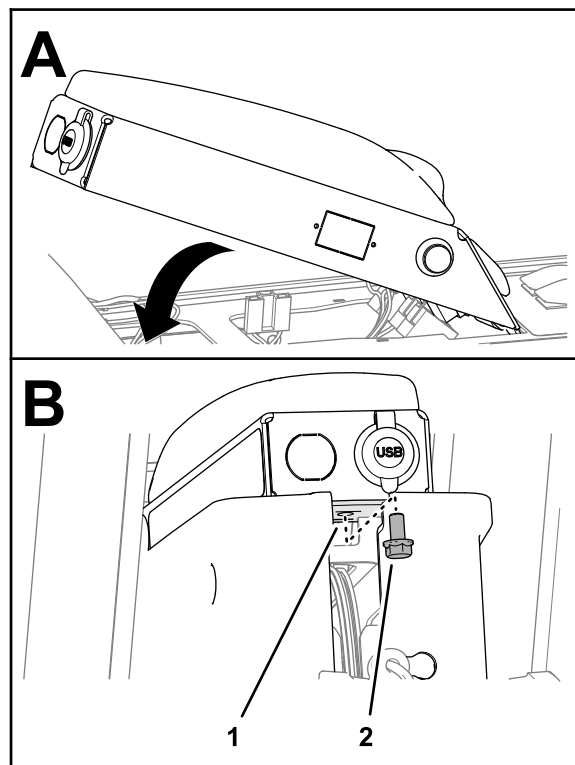

図 109
1. アームパネルの前面にあるタブをコンソールフレームのスロットに合わせて、アームパネルを下に回転させます (図 109)。
2. フランジヘッド止めネジ (5/16 x 5/8") を使って、アームパネルをコンソールフレーム (図 109) に固定します。